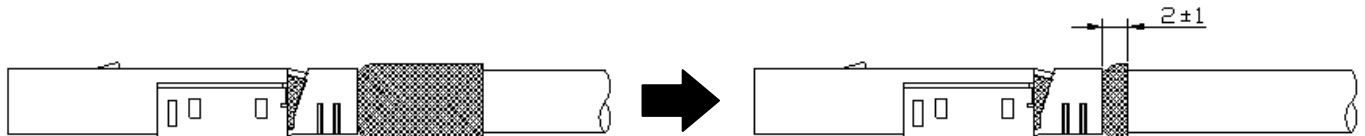

Fig.24
6.1.1項 ケース1のケーブルを取り付けた場合は、かしめ後、シェルバレル端部からはみ出して余っている編組線シールドおよびドレイン線を、Fig.24に示す寸法に切除します。この時、ケーブル外皮を傷つけない様注意してください。
In the case of installing the cable that is shown in 6.1.1, excise the braid shield and drain wire these are remaining from edge of the shell barrel as shown in Fig.24 after crimping. At this time, be careful not to damage the cable outer jacket.